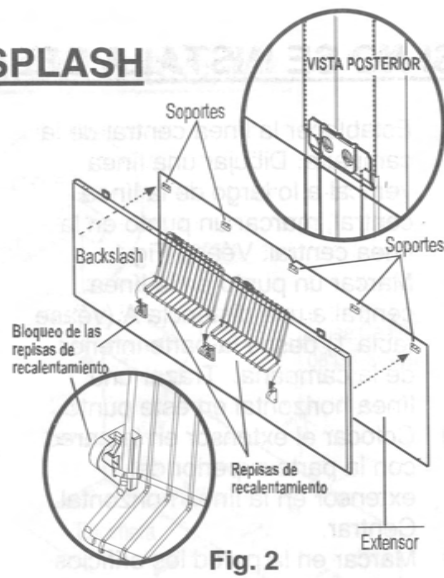

Fig. 2
- 3) Desplazar el Backslash hacia abajo contra los soportes de la pared (véase Fig 2)
- 7) Sujetar las dos repisas de recalentamiento con el dispositivo de bloqueo de las mismas (véase Fig 2). Comprobar el funcionamiento de las repisas levantando, girando, y controlando el funcionamiento del dispositivo de bloqueo en las posiciones superior e inferior.